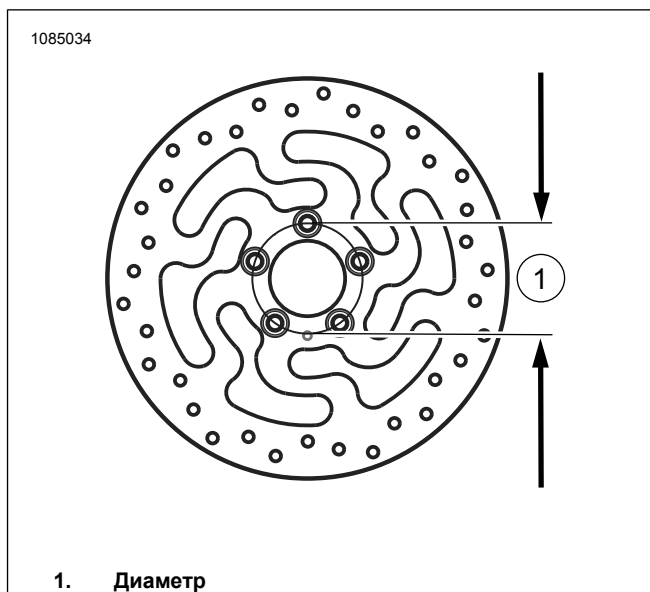

Рисунок 1. Диаметр монтажного отверстия диска
1. См. рис. 1. Снимите с мотоцикла существующее переднее колесо в сборе и разберите его. Если диаметр переднего тормозного диска не равен 3,25 дюйма (8,25 см), утилизируйте диски. Сохраните ось, осевую гайку и проставки колеса для установки комплекта. См. руководство по техническому обслуживанию.